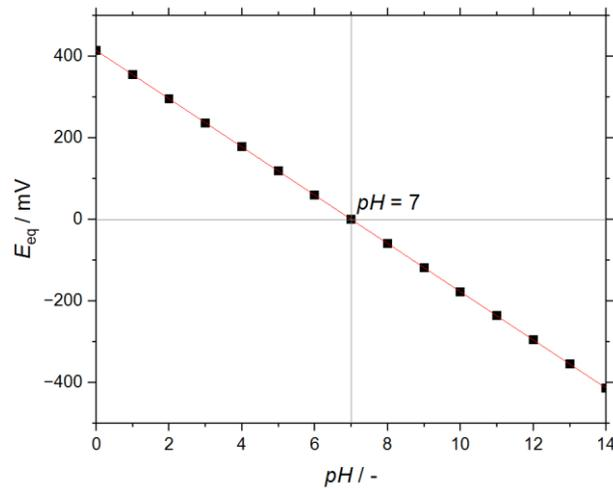

Abbildung 4: Idealer Kurvenverlauf des Gleichgewichtspotentials der Glaselektrode in Abhängigkeit des pH-Wertes der äußeren Pufferlösung.
4) Zur Kalibrierung einer pH-Elektrode wird diese bei 25 °C in Pufferlösungen mit bekannten pH-Werten (z.B. $pH = 4.01, 7.01, 10.01$) getaucht, wobei jeweils das Gleichgewichtspotential der Glaselektrode E_{eq} protokolliert wird. Dieses wird anschließend als Funktion des pH-Wertes aufgetragen. Idealerweise wird dabei eine lineare Regressionsgerade mit dem Anstieg -59.2 mV erhalten (siehe Abbildung 4). Erklären Sie den Kurvenverlauf und die erhaltene Steigung.